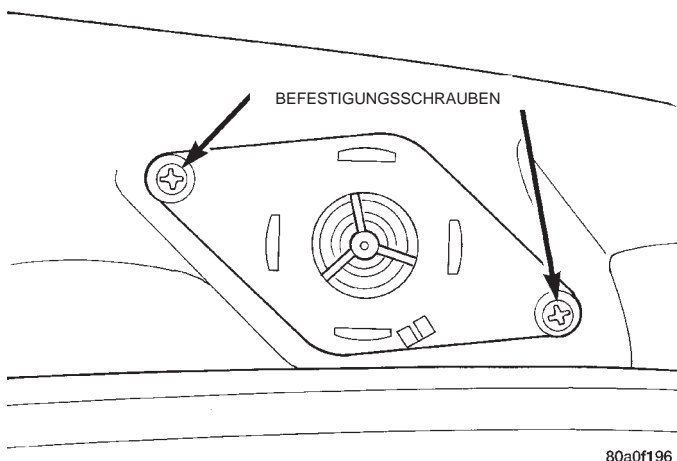

Abb. 10 Lautsprecher in der Instrumententafel aus- und einbauen
(3) Die Windlaufverkleidung so weit anheben, daß der Steckverbinder zum Solarsensor abgezogen werden kann bzw. daß der Solarsensor von der Windlaufverkleidung abgebaut werden kann (je nach Ausstattung).
(4) Windlaufverkleidung von der Instrumententafel nehmen.
(5) Steckverbinder vom Lautsprecher abziehen.
(6) Die beiden Schrauben lösen, mit denen der Lautsprecher an der Instrumententafel befestigt ist (Abb. 10).